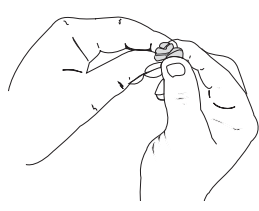

Fig. 35
- Pressez le filtre pour répartir et drainer l'excédent d'huile (Fig. 35).